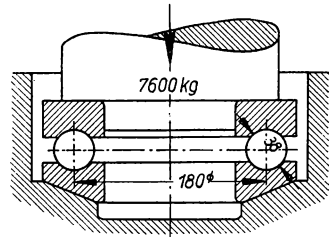

Bild 263
**400.** Ein Kugel-Stützlager für eine stehende Welle von 7600 kg axialer Belastung und  $n = 150$  U/min enthält 13 Kugeln von je 38 mm Durchmesser, die auf einem Kreise von 180 mm Durchmesser laufen (Bild 263). Der Hebelarm der rollenden Reibung für Stahl auf Stahl, gehärtet, beträgt 0,008 cm. Gesucht wird a) die Umfangskraft am Kugellaufkreise zum Überwinden der rollenden Reibung; b) der Leistungsverlust in PS.